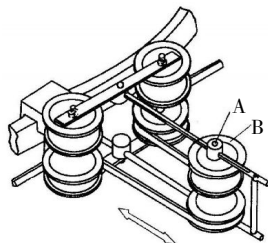

图 1 安装送纱皮带
f. 安装送纱皮带:如图 1 所示,用内六角扳手拧松张力架上 A 处螺钉,拉动张紧轮 B 到张力合适位置,再锁紧 A 处的螺钉,固定张紧轮 B。